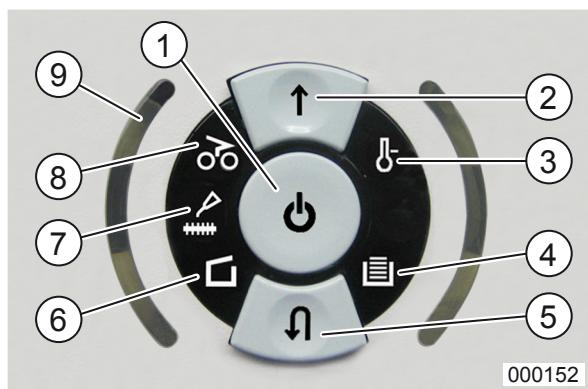

Fig. 1 Instalación del sistema de lubricación
- Sólo máquinas con lubricador automático: Para la instalación del sistema de lubricación retirar el tornillo (Fig. 1/2) del conducto del aceite (Fig. 1/1).